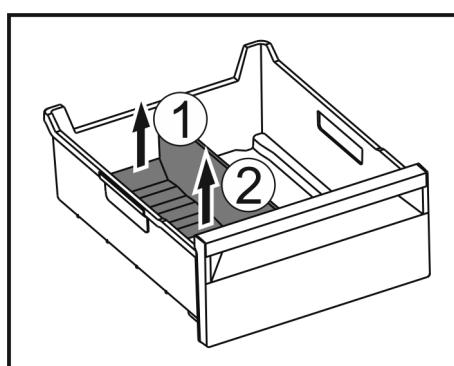

Fig. 147
- Podignite stražnji dio pregrade ladice za led. Fig. 147 (1)
- Izvadite pregradu ladice za led prema gore. Fig. 147 (2)